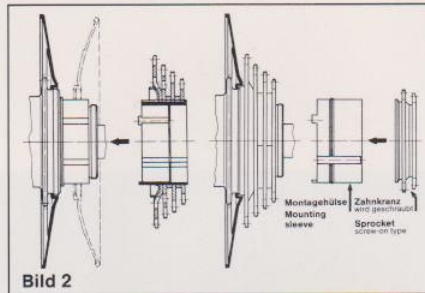

Bild 2
- Zahnkränze mit Hilfe der Montagehülse auf Antreiber stecken; Doppelzahnkranz aufschrauben (Bild 2).